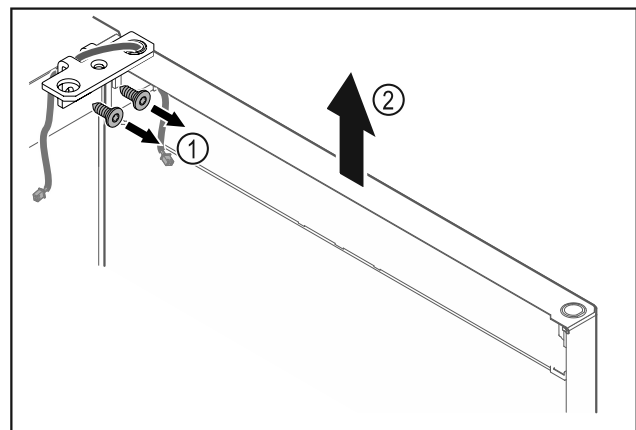

Fig. 16
- ▶ Odšroubujte úhelník závěsu Fig. 16 (1).
- ▶ Zvedněte dvířka včetně úhelníku závěsu Fig. 16 (2) přibližně 200 mm rovně směrem nahoru a vyjměte je.